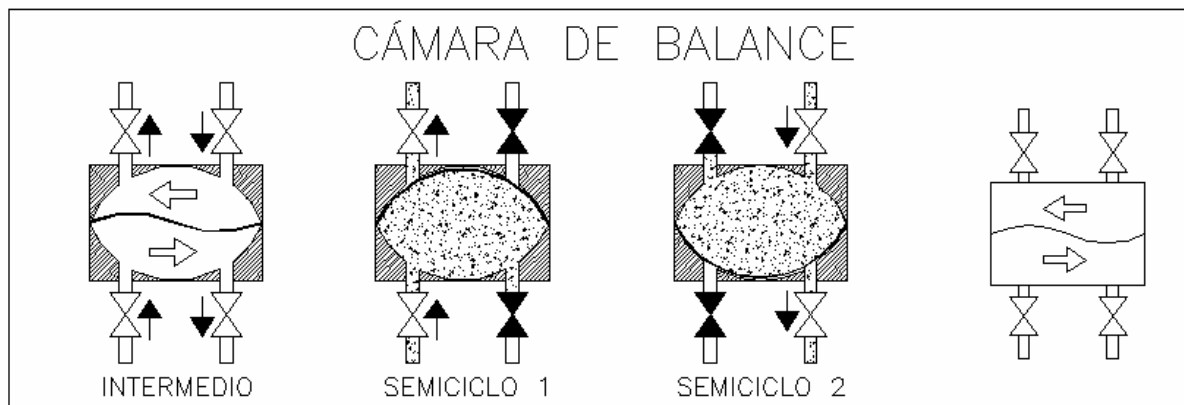

Figura 11 – Cámara de Balance
- Figura 11 – Cámara de Balance